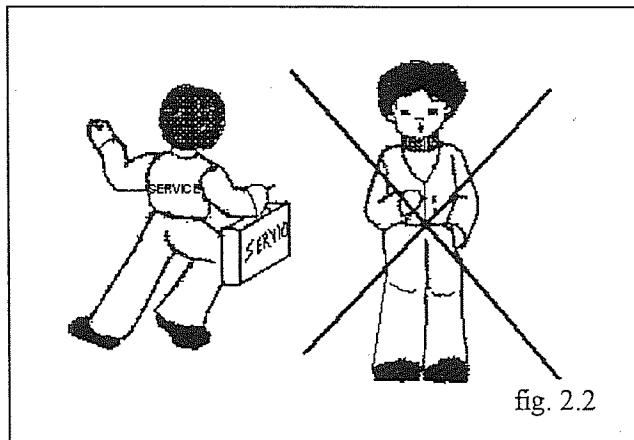

fig. 2.2
- ⇒ Ogni modifica che si rendesse necessaria per l'installazione all'impianto elettrico esistente e ogni intervento di manutenzione dovrà essere fatta da personale esperto e autorizzato.(fig. 2.2)